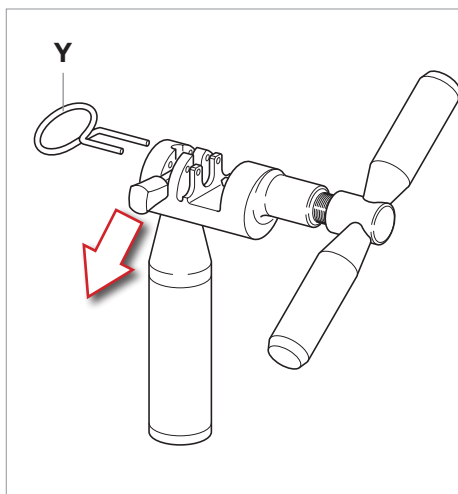

Fig.15
- Preparar la herramienta UT-CN400 colocando la lengüeta en modalidad de cierre (Y - Fig. 15).